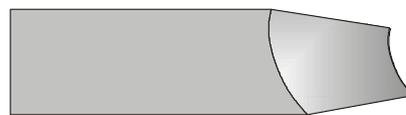

Fig.10
1. Si la coupe va de façon courbée (voir fig. 10) arrêter la machine, desserrer le support de la buse et orienter la buse environ de 1/4 et essayer de nouveau la coupe